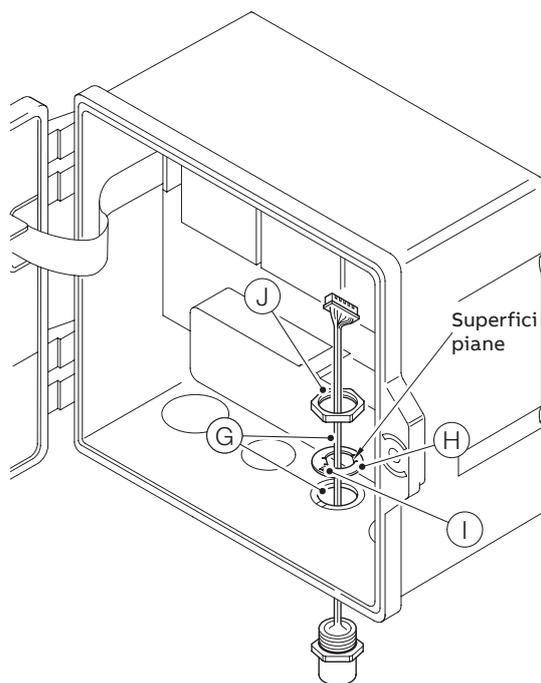

Figura 6 Preparazione degli elementi di fissaggio dei cavi dei connettori passanti EZLink
Con riferimento a Figura 6:
- 7 Inserire la linguetta di allineamento (I) nella fessura della piastra passacavi (K) o nella scanalatura presente nella fusione dell'involucro.
- 8 Inserire il corpo del connettore passante EZLink (L) completamente nell'ingresso cavi e allineare il corpo del connettore passante utilizzando le superfici piane della rondella di allineamento (vedere la Figura 6, elemento (H)).
- 9 Avvitare il controdado (J) sul corpo del connettore passante e serrarlo a una coppia da 3 a 4·N m (da 2,21 a 2,95·lbf·ft.) utilizzando una chiave dinamometrica.